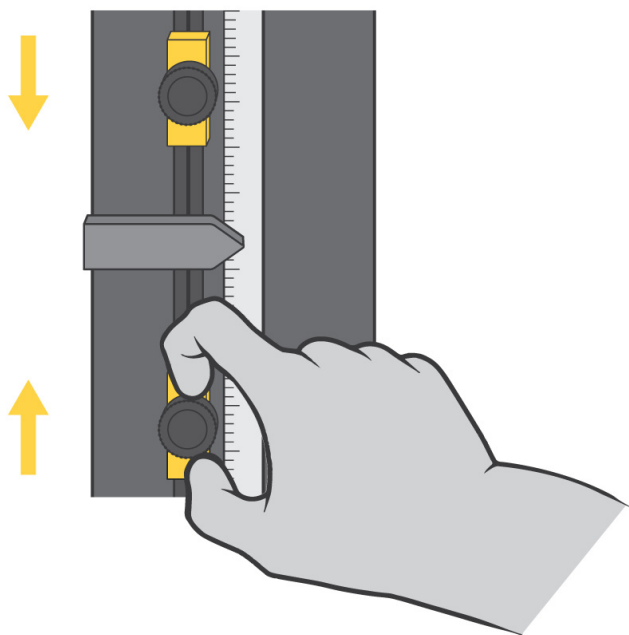

Figure 17. Réglage des butées de fin de course
Les butées de fin de course de traverse sont constituées par deux blocs réglables montés sur la tringle des contacteurs de fin de course située dans la colonne de la machine, comme illustré en Figure 17 à la page 100. Les butées de fin de course (1 et 2) possèdent des vis moletées qui peuvent être serrées et desserrées à la main de manière à les fixer dans une position quelconque sur la tringle des fins de course. Positionnez ces butées légèrement au-delà des paramètres d'essai pour éviter tout dépassement de course de la traverse. Lorsque la traverse atteint sa course maximale prédéfinie, la came de commande du contacteur fin de course (3) entre en contact avec la butée correspondante. Ce contact entre la came et la butée déplace la tringle des fins